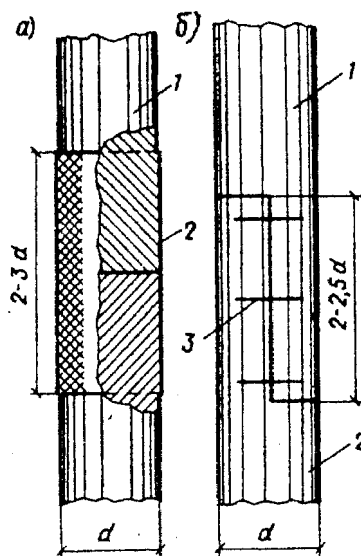

Рис. 17. Способы наращивания свай
1.66.104. Нормами таблицы Н-66-04-007 предусмотрено наращивание деревянных свай двумя способами: впритык - путем соединения их торцовых концов с помощью металлического стакана или вполдерева - с креплением свай скобами (рис. 17).